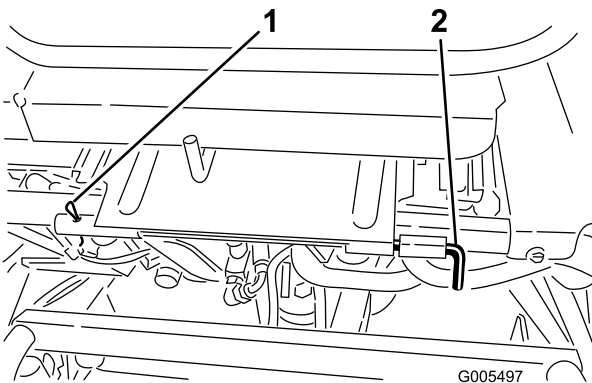

Bild 9
8. Montieren Sie den Sitz in der Betriebsstellung (Bild 9). Setzen Sie die Sitzdrehstange und den Rollstift ein.